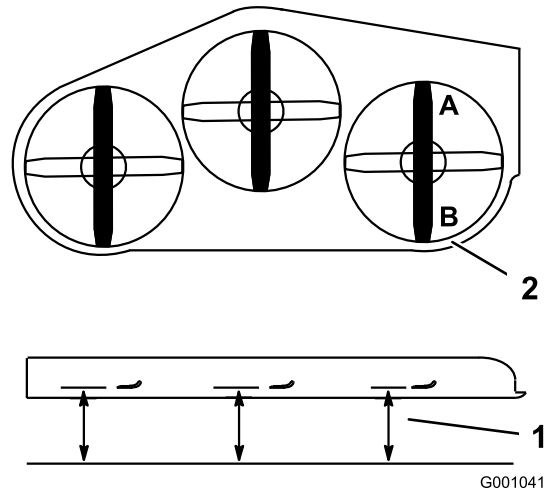

Figure 82
2. Tournez 1 lame dans le sens longitudinal. Aux points **A** et **B**, mesurez l'écart entre une surface plane et le tranchant de la pointe des lames (Figure 82).